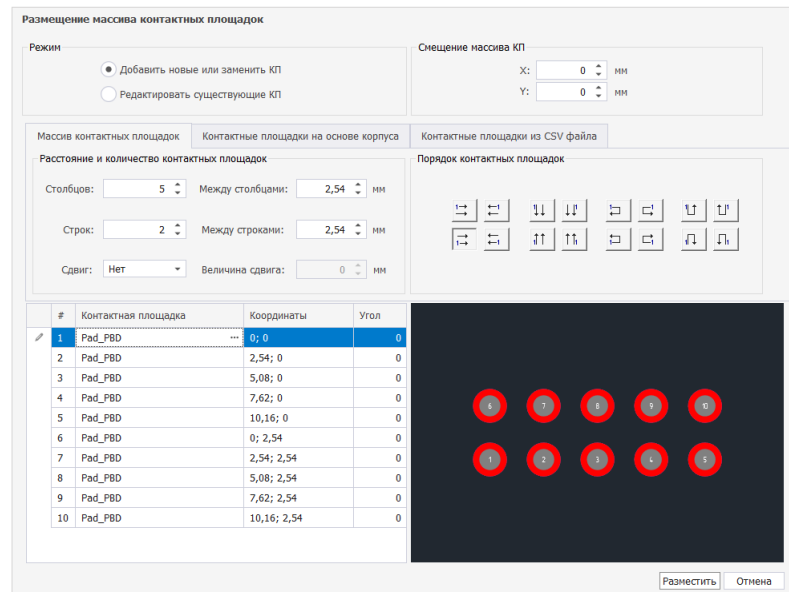

Рис. 87 Окно «Размещение массива контактных площадок»
1. Указать необходимые параметры массива в окне «Размещение массива контактных площадок», см. Рис. 87.